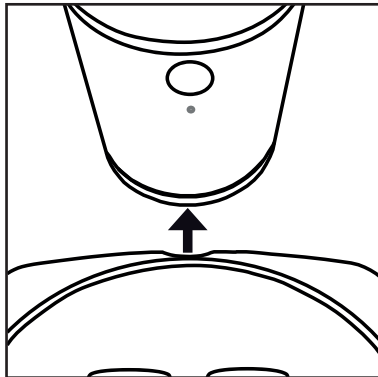

Abb. 1
- 3) Schieben Sie die Maskenform **13** so vor das Gerät, dass die Auskerbung am Rand unter das Gerät ragt und sich um die Auswölbung unter dem Gerät schmiegt (siehe Abb. 1):